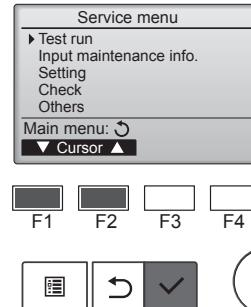

Fig. 8-1
- Wählen Sie „Test run“ (Testlauf) aus dem Service-Menü, und drücken Sie die [AUSWAHL]-Taste. (Fig. 8-1)